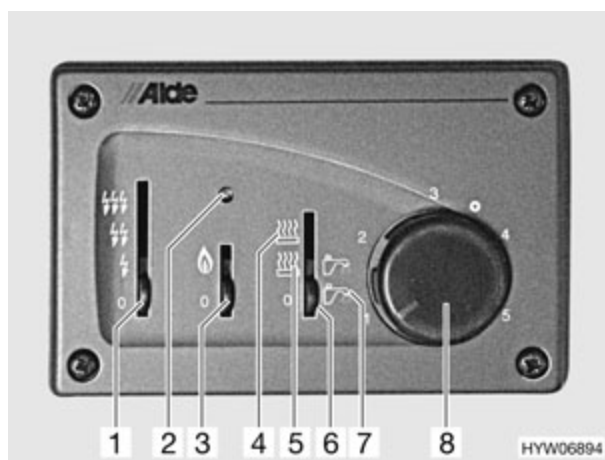

Fig. 140 Unidad de mando para la caldera
- Agua caliente (Fig. 140,7)
- Calefacción y agua caliente (Fig. 140,5)
- Calefacción (Fig. 140,4)
- Ajustar el modo de funcionamiento con el conmutador deslizante (Fig. 140,6).
- Funcionamiento a gas (Fig. 140,3)
- Funcionamiento con electricidad a 230 V (Fig. 140,1)
- Ajustar el conmutador deslizante (Fig. 140,3) a funcionamiento con gas.
- Ajustar el conmutador deslizante (Fig. 140,6) a "agua caliente" (Fig. 140,7) o a "calefacción y agua caliente" (Fig. 140,5).
En caso de avería se ilumina la luz de control roja (Fig. 140,2).
- Regular el conmutador deslizante (Fig. 140,3 y 6) a "0".
- Ajustar el conmutador deslizante (Fig. 140,1) a funcionamiento con electricidad.
- Regular el conmutador deslizante (Fig. 140,1 y 6) a "0".
- Regular el conmutador deslizante (Fig. 140,1, 3 y 6) a "0".